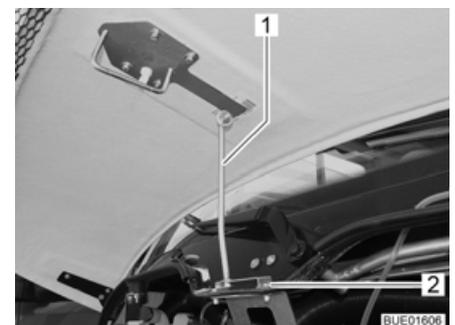

Fig. 40 Apoyo del capó del motor
- Asegurar: ■ Desplegar el apoyo (Fig. 40,1) y enganchar el mismo en el alojamiento (Fig. 40,2).